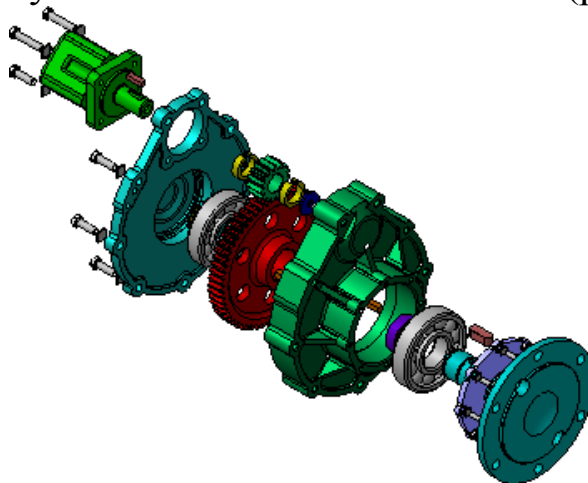

Рисунок 11.
14. Откройте документ *078.505.9.0100.00.m3d* (рис.11).